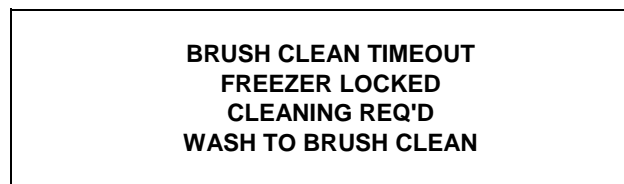

Figura 33
1. Decorreu o tempo estabelecido para a limpeza da máquina (tempo máximo de 14 dias). (Veja a Figura 33.)